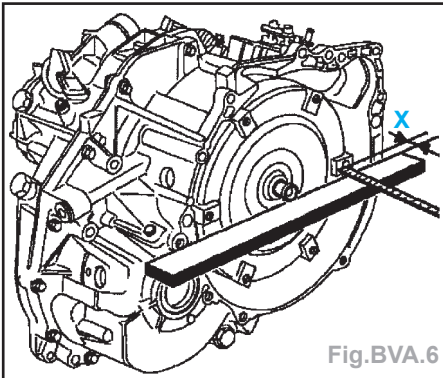

Fig.BVA.6
Important : contrôler que le convertisseur soit bien emboîté à la boîte à l'aide d'une règle surfacée et d'un réglet. Vérifier que la distance (X) entre le talon et la règle soit de 18 mm environ (Fig.BVA.6) et que les surfaces de contact soient propres.